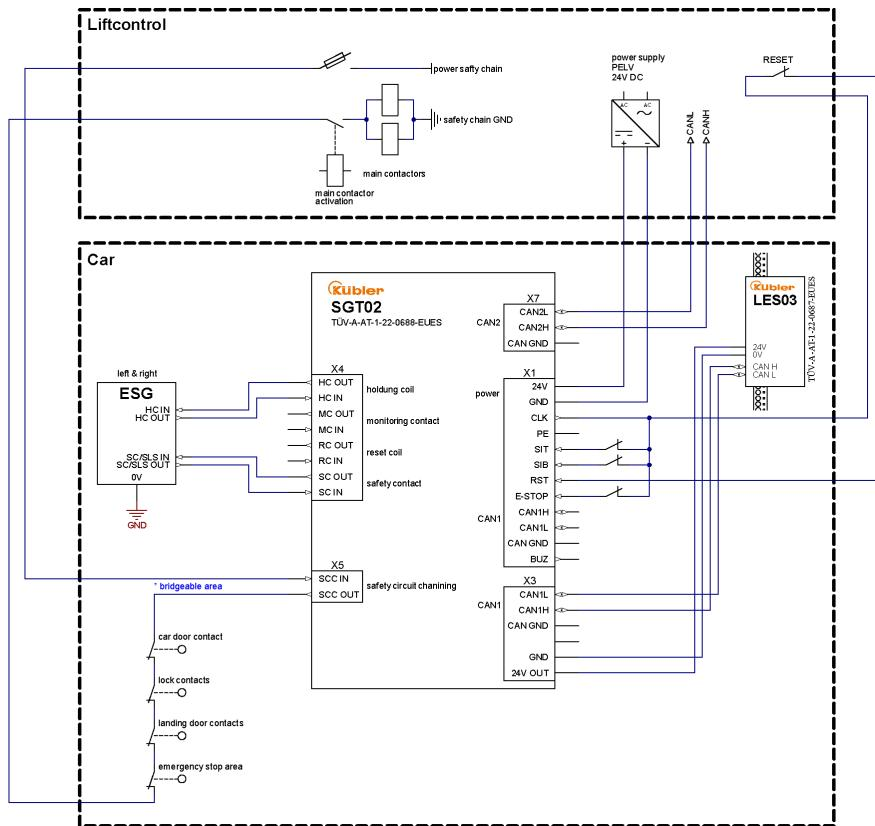

图 1: 不含电控机械式限制装置（ESG）复位（Reset）的示例。
- 对于不含复位装置 (8.SGT02.x2xx.xxxx) 的版本, 根据图 1 [▶ 244] 进行连接。